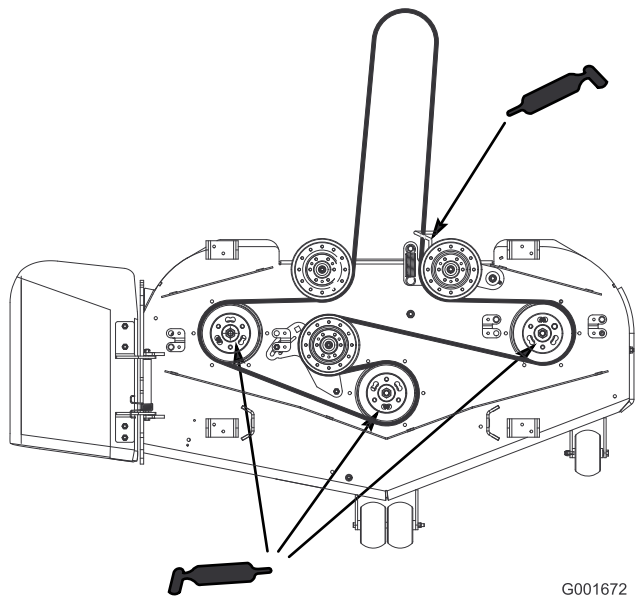

Figure 31
4. Lubrifiez les roulements des trois axes sous les poulies jusqu'à ce que la graisse sorte par les joints inférieurs (Figure 31).
5. Graissez le bras de la poulie de tension sur le tablier de coupe (Figure 31).
6. Lubrifiez les graisseurs des bras de poussée (Figure 31).